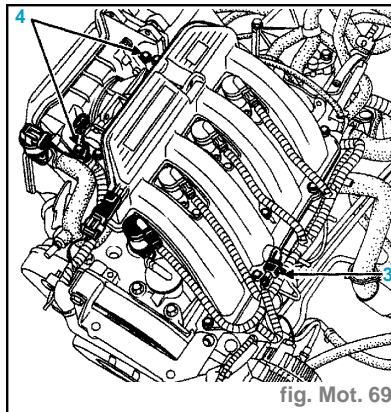

fig. Mot. 69
- Débrancher le connecteur (3) ainsi que ceux des bobines (fig.Mot. 69).
- Déposer le boîtier d'air en (4).